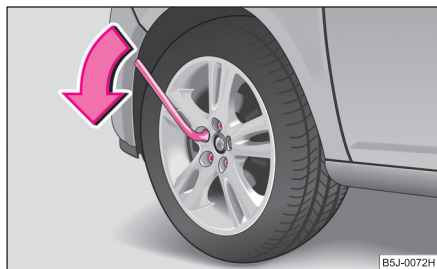

Abb. 185 Radwechsel:
- Fassen Sie am Schlüsselende an und drehen Sie die Schraube etwa **eine** Umdrehung nach links ⇒ Abb. 185.